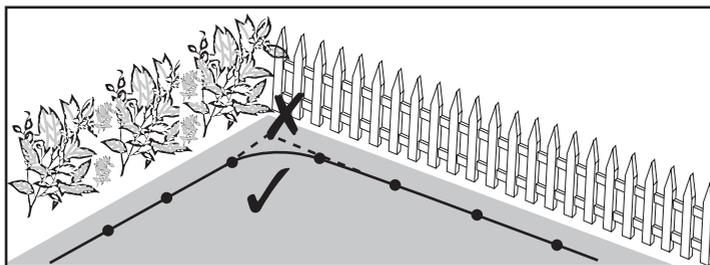

Fig. 17
- Poser le câble périphérique (19) le long du chemin prévu, en suivant le périmètre de la zone de tonte.
- Veiller à ce que le câble périphérique (19) évite les courbes abruptes ou les angles serrés. Il est généralement préférable d'opter pour des courbes progressives ou des angles légers (Fig. 17).